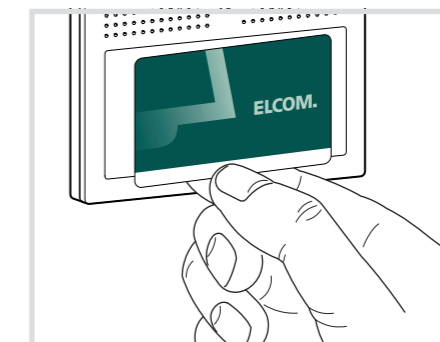

Bild 40: Identifikation mit Registrierungs-Karte
- Registrierungs-Karte** (weißes Banner) vor den RFID Karten-Lesegerät der Außenstation halten, um sich zu identifizieren (Bild 40).